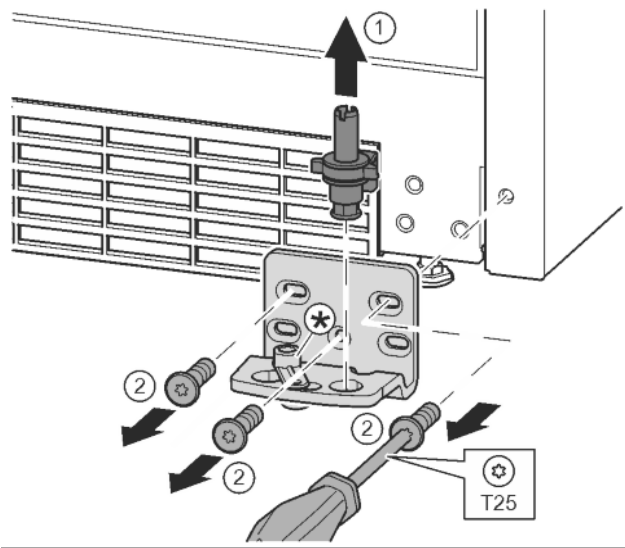

Fig. 16
- ▶ Lagerbolzen komplett nach oben herausziehen. *Fig. 16 (1)*
- ▶ Schrauben mit Schraubendreher T25 herausdrehen und Lagerbock abnehmen *Fig. 16 (2)*